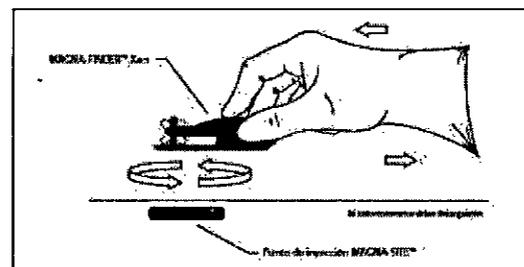

FIGURA 3
- Coloque el localizador MAGNA-FINDER™ en el tejido recubriendo el expansor tisular **NATRELLE** implantado. Mueva lentamente la base del MAGNA-FINDER™ en un movimiento circular, como se muestra en la figura 3, hasta que el imán del MAGNA-FINDER™ detecte la posición del punto de inyección sobre un plano.